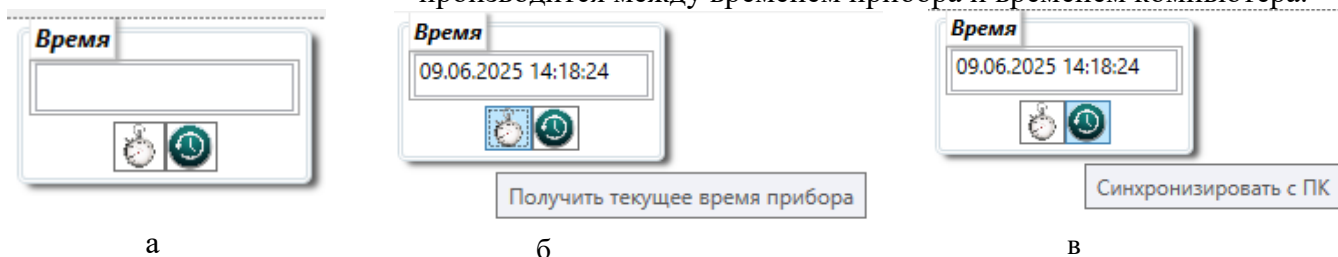

Рисунок 17 – настройки времени
- Для всех режимов прибора доступна функция получения текущего времени прибора  (Рисунок 17 б) Для всех режимов прибора доступна функция коррекции времени  (Рисунок 17 в). При осуществлении коррекции, архивы сохраняются. Синхронизация производится между временем прибора и временем компьютера.